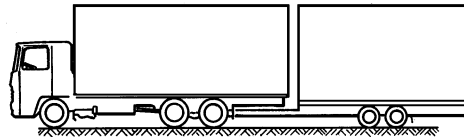

Abb. 3 Zugfahrzeug mit Starrdeichselanhänger
- **Vorderachse des Gelenkdeichselanhängers** (Abb. 3) **entbremsen**
Beim Einkuppeln eines Starrdeichselanhängers (s. Abb. 3) Folgendes beachten: